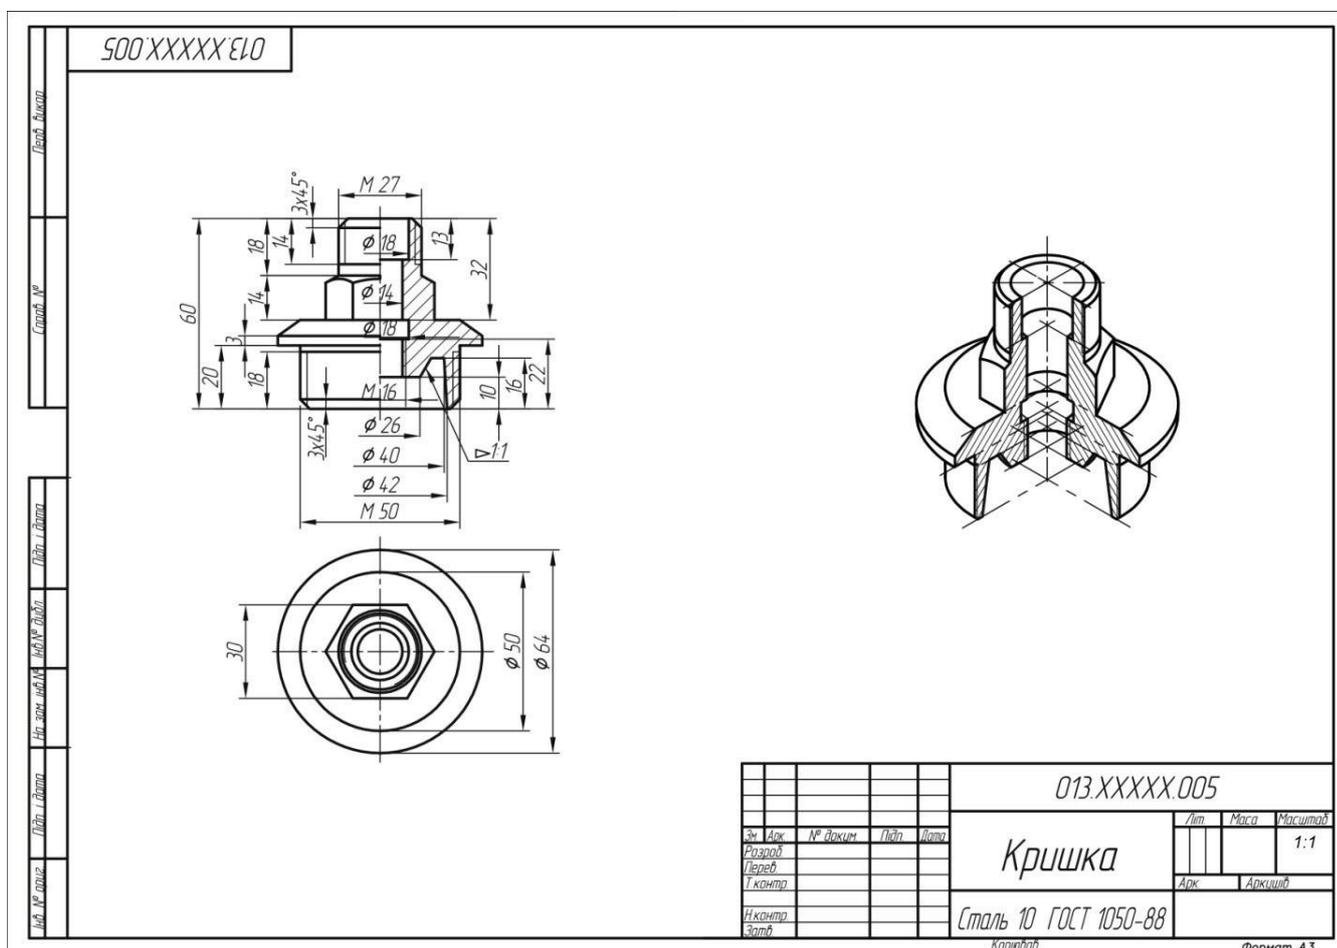

Рисунок 12.1 – Кришка
- 1) Намічену деталь знаходять на всіх зображеннях складального креслення (рис. 12.1).